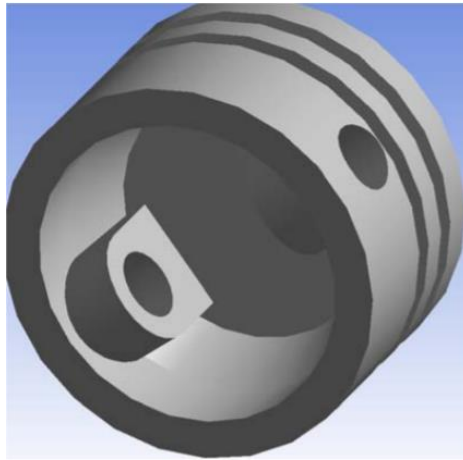

Рис. 1. Загальний вигляд поршня
*Тема роботи:* набуття практичних навичок побудови геометричної моделі поршня, загальний вигляд якої наведений на рис. 1